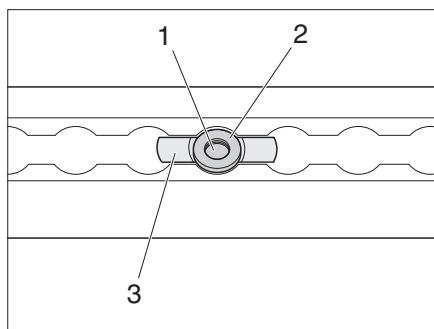

Fig. 26 Smontaggio del tassello scorrevole
- Allentare la vite (Fig. 26,1) nel tassello scorrevole con una chiave Torx.
- Spostare il tassello scorrevole (Fig. 26,3) nella griglia fino a rimuovere il disco di centraggio rosso (Fig. 26,2).
- Rimuovere il tassello scorrevole (Fig. 26,3).